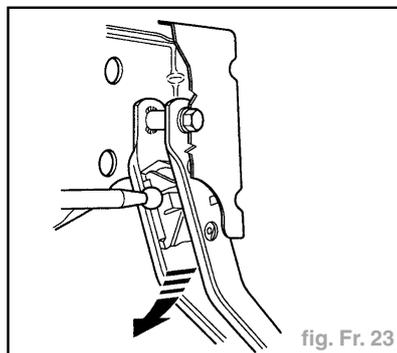

fig. Fr. 23
- Tenir la rotule de la tige de pression devant le support et pousser la pédale de frein en direction du servofrein de sorte que l'on entende la rotule lorsqu'elle s'enclenche (fig. Fr. 23).
- Clipser la pédale de frein avec le servofrein (fig. Fr. 23).